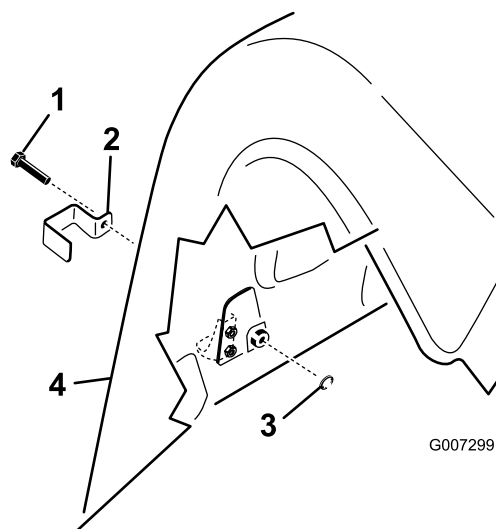

Figura 18
2. Sul modello ProCore 1298, montate una staffa di chiusura su tutti i fermi del cofano posteriore inferiore e sul fermo esterno del cofano superiore sulle coperture posteriori sinistra e destra con un bullone senza dado (3 per testa di carotaggio, 6 in tutto); fate riferimento alla Figura 18.
3. Mediante una pinza o una chiave regolabile montate una rondella di bloccaggio interna su ogni bullone (1-2 filetti) per fissare il fermo (Figura 18).
1. Sul modello ProCore 864, montate una staffa di chiusura sui fermi sinistro e destro del cofano posteriore inferiore e del cofano superiore con un bullone senza dado (4 in tutto); fate riferimento alla Figura 18.